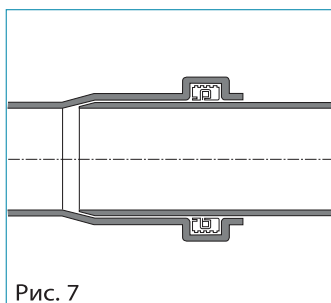

Рис. 7
- д) Труба вводится до отказа в раструб, а затем выдвигается назад на 1 см. Благодаря этому создается зазор для компенсации температурного удлинения трубы (рис. 7, 8);